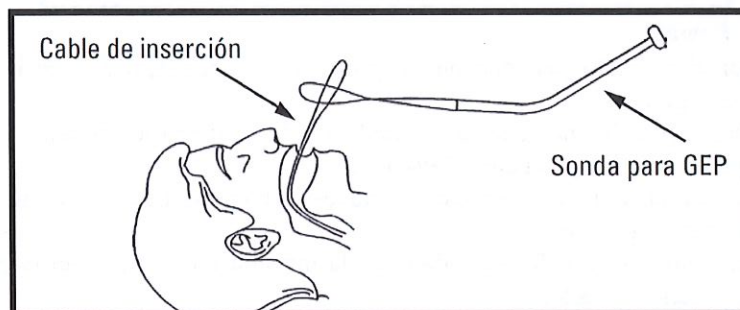

Figura 6
- Pase el bucle del cable de inserción a través del bucle del cable en la sonda para GEP (Figura 6).